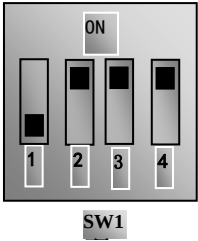

图 4-4 拨码开关
(2) 按方式键，进入编程菜单。
(3) 设置变频器的功能参数；
①进入 F203 参数，设置为 1，选择模拟 AI1，0~10V 电压端子频率设定方式；
② 进入 F208 参数，设置为 1，选择方向端子（OP5 设置为自由停机，OP4 设置为反转；OP6 设置为正转）控制运行；
(4) 对于三相变频器控制端子排附近有一四位红色拨码开关 SW1，如图 4-4 所示。拨码开关的作用是选择模拟量输入端子 AI1、AI2 的输入范围（0~5V/0~10V/0~20mA）。实际使用时通过 F203 来选择模拟量输入通道。按图示把开关 1 拨到 OFF 位置，3 拨到 ON 位置，选择 0~10V 电压调速。